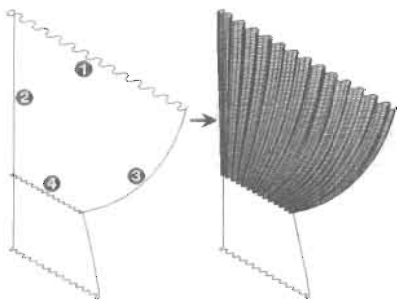

图 13-45
(3) 在命令提示行输入 Edgesurf (边界网格) 命令并回车, 然后绘制曲面, 结果如图 13-45 所示, 命令执行过程如下。